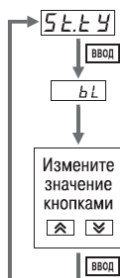

Рисунок 11.5 – Изменение значения параметра
- Выберите параметр для изменения и нажмите  (рисунок 11.5). При этом начнет мигать значение параметра на ЦИ2.